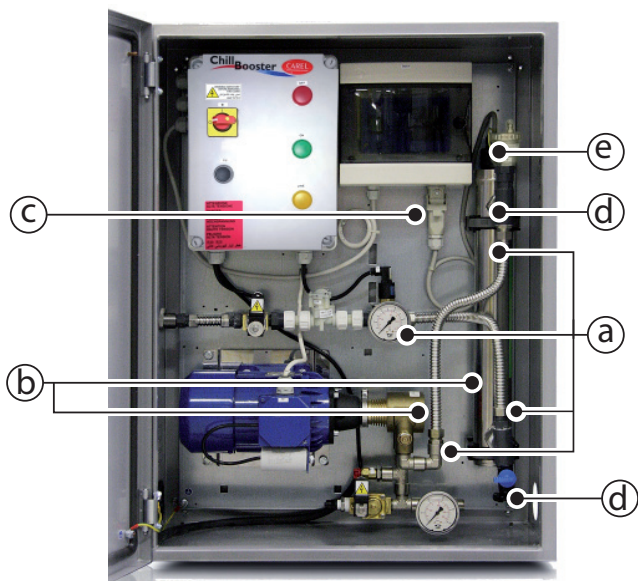

Fig. 6.a
- Für alle Versionen: Falls Minustemperaturen vorhersehbar sind (unter 1 °C) (mit Eisbildung), sicherstellen, dass das gesamte Wasser aus dem Wasserkreislauf entleert wurde. Insbesondere den Filter des Druckminderers kontrollieren. Hierzu das Filtergehäuse aufschrauben und überprüfen, dass keine Wasseranstaubbereiche gegeben sind (siehe Fig. 6.b).